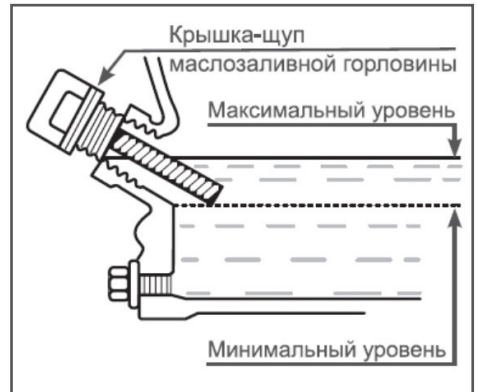

Рис. 9 Проверка уровня масла в картере
Максимальный уровень масла в картере соответствует нижней кромке заливного отверстия (Рис. 9).
5. Аккуратно извлеките щуп и осмотрите его. Уровень масла должен соответствовать верхней отметке на щупе. При недостаточном уровне масла в картере необходимо долить чистое масло до верхней отметки на щупе, что соответствует нижней кромке заливного отверстия (Рис. 9).